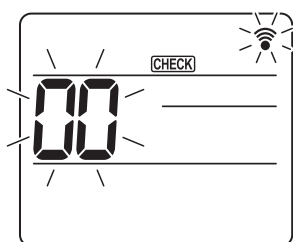

Fig. 6-16
- (Commencez cette opération lorsque l'affichage de la télécommande est éteint.) [CHECK] s'allume et "00" clignote. (Fig. 6-16)